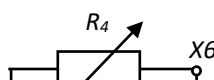

Рис. 3. Исследование неинвертирующего усилителя на операционном усилителе
3.3.1. Собрать схему неинвертирующего усилителя, установив перемычки согласно рис. 3.. Подключить к входу (гнезда X12 и X15) и выходу (гнезда X10 и X15(или X14)) операционного усилителя измерительные приборы PV1 (подключается к $U_{\text{вх}}$) и PV2 (подключается к $U_{\text{вых}}$) в режиме измерения постоянного напряжения. Установить переключатель SA1 в положение 1, что соответствует сопротивлению $R_4=20\text{кОм}$
3.3.3. Снять и построить амплитудно-частотную характеристику $K_u=K_u(f)$ усилителя при $U_{\text{вх}}=\text{const}$ для заданного значения сопротивления резистора R4. Для этого убрать перемычку между гнездами X3 и X12. Отсоединить измерительные приборы. На вход усилителя (гнезда X12 и X14) подключить выход функционального генератора (рис. 3.). Установить форму выходного сигнала генератора «Синусоида». Включить электропитание модулей стенда. Подготовить к работе осциллограф. Вход осциллографа подключить к точке X10. При снятии характеристики установить амплитуду входного сигнала на линейном участке амплитудной характеристики усилителя (т.е. синусоида не должна иметь ограничений амплитуды на верхней и нижней полуволне), при этом